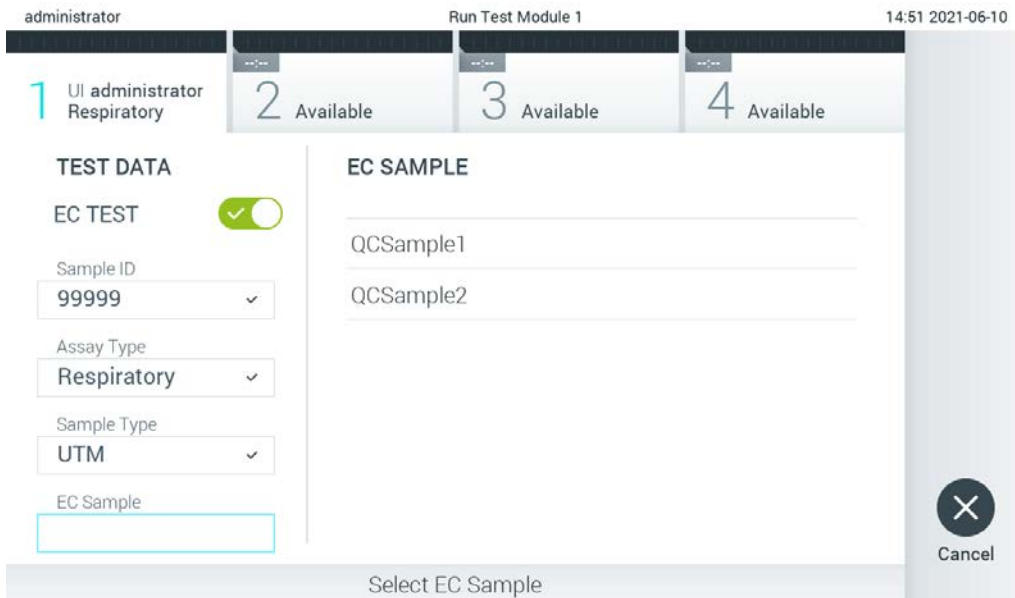

Figura 91. Selecionar uma amostra de EC.
6. Selecione a amostra de EC adequada a partir da lista. Apenas são apresentadas amostras de EC para o tipo de ensaio selecionado (Figura 91, na página seguinte).